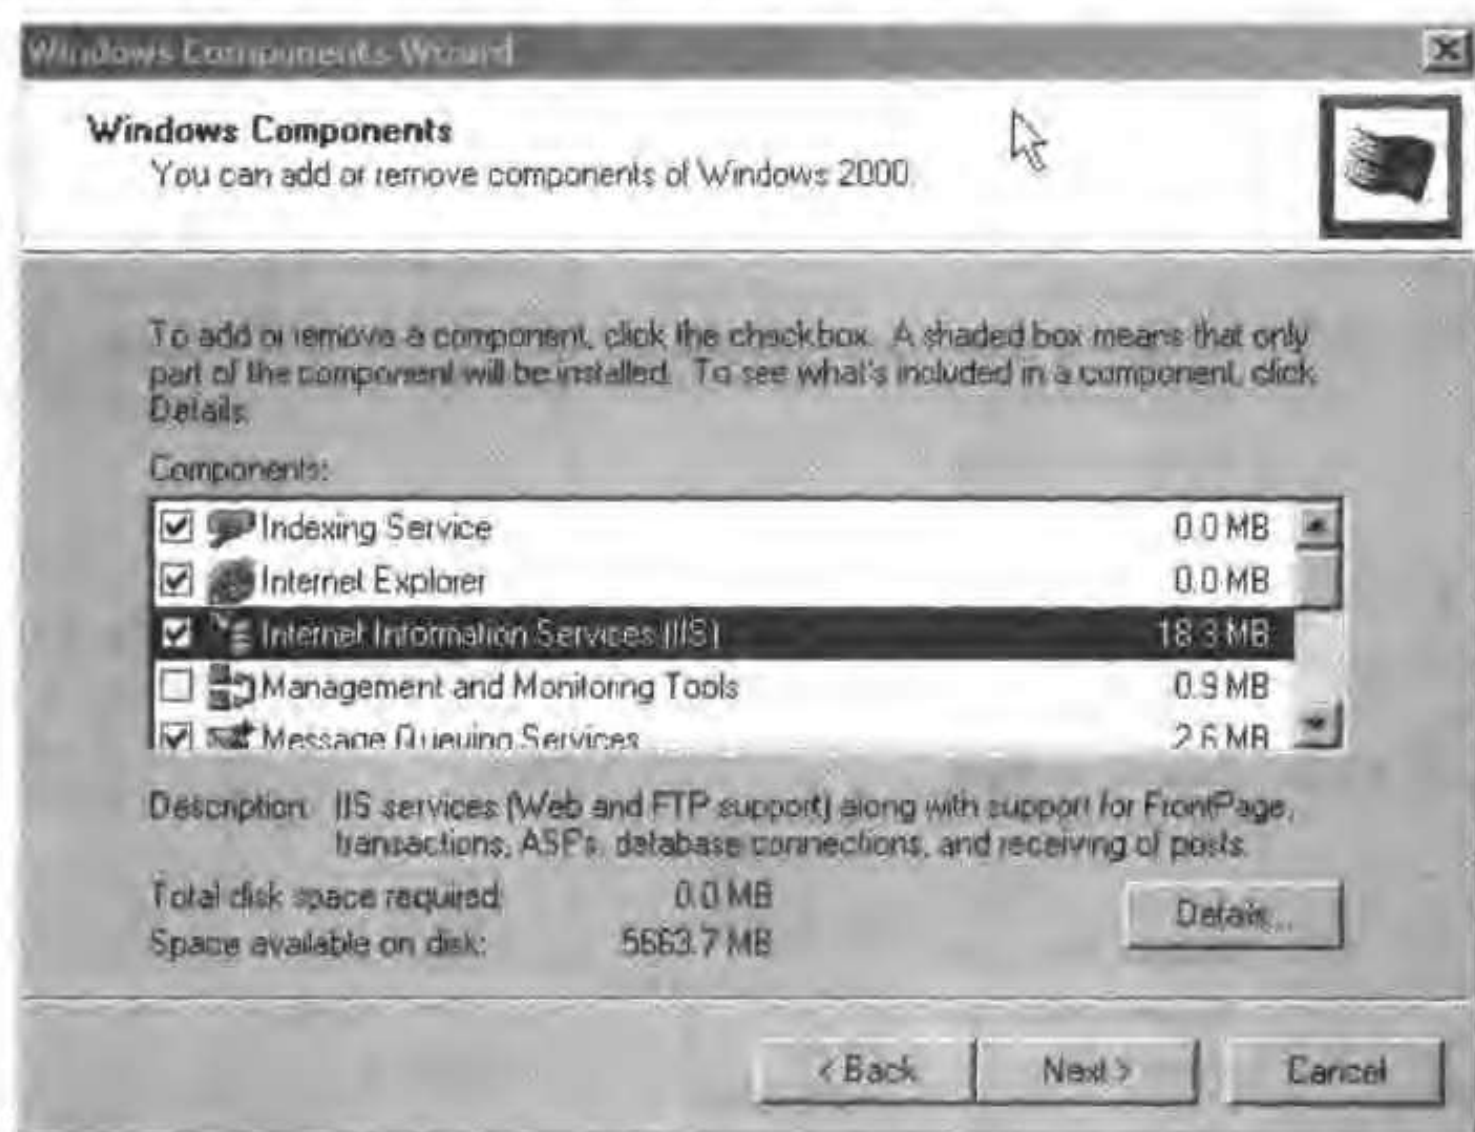

图 15-6 添加 Windows 组件
- 从 Windows 2000/XP 的“开始”菜单中,选择 Settings>Control Panel,然后单击“添加/删除 Windows 组件”按钮,如图 15-6 所示的对话框将会打开。